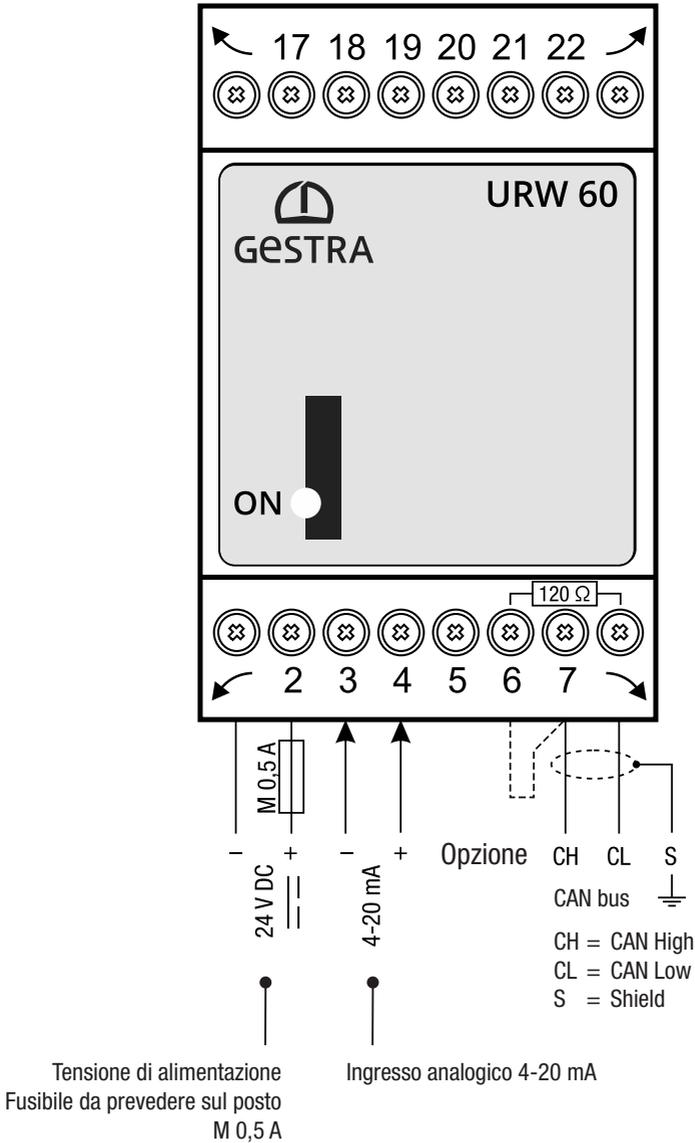

Fig. 6
- Per il collegamento del convertitore universale e dei suoi componenti attenersi allo schema elettrico **Fig. 6** in riportato nelle presenti istruzioni.